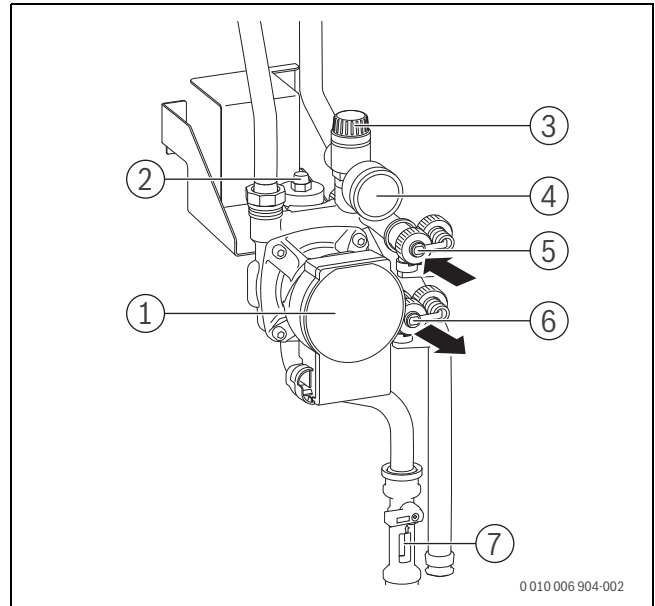

Bild 237 Übersicht Solargruppe
Befülleinrichtung an den Füll- und Entleerhahnen der Solarpumpe (→ Bild 237) anschließen:
- Füll- und Entleerhähnen (→ Bild 237, [5] und [6]) öffnen.
- Während des Spülers den Füll- und Entleerhahn an der Saugseite (→ Bild 237, [6]) mehrmals kurzzeitig drosseln und anschließend schnell komplett öffnen. Dadurch können sich gestaute Luftblasen in der Rohrleitung lösen.